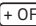

Fig. 105 Volante con dos levas para cambiar de marcha en modo manual.
- En el programa de conducción D, S o M (modo manual), activar los selectores en el volante → fig. 105.
- **O**: engranar con los selectores del volante → **fig. 105**.